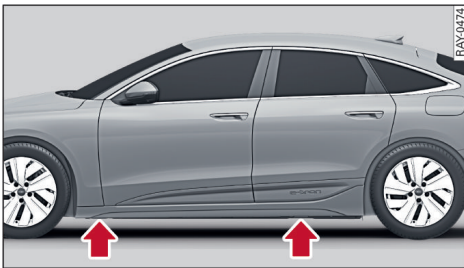

图 134 车门槛：标记
- ▶ 在车门槛上寻找离待更换车轮最近的标记⇨图 134。在边梁上的标记后面就是汽车千斤顶的支撑点。